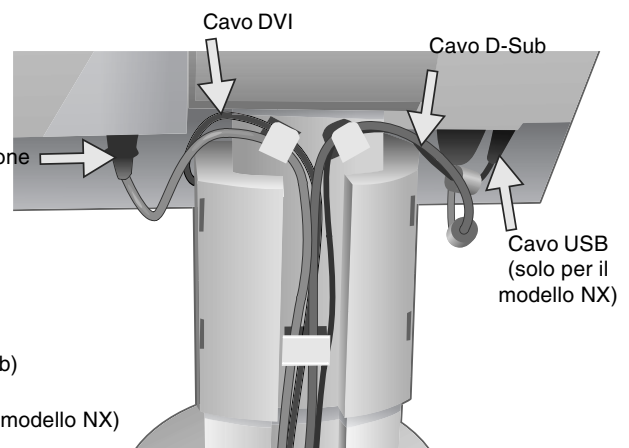

Figura C.2
5. Perché la gestione cavi avvenga al meglio, mettere i cavi in quest'ordine: cavo di alimentazione e cavo DVI (**figura C.2**).
6. Inserire il cavo DVI e il cavo di alimentazione nei ganci specifici indicati nella **figura C.2**.
7. Inserire il cavo D-Sub e il cavo USB nei ganci specifici indicati nella **figura C.2** (Cavo USB: solo per il modello NX).